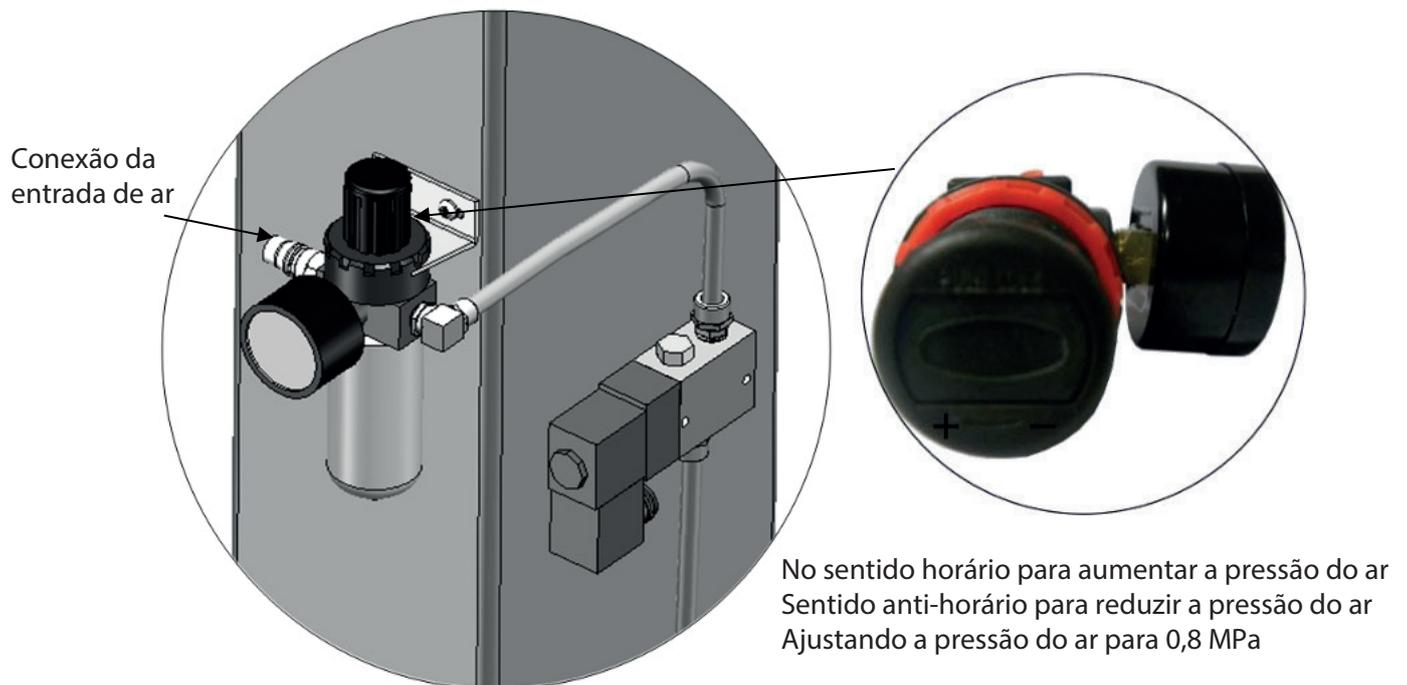

Fig.29
5. Ligação da entrada de ar (Pressão de alimentação de ar 5kg/cm² - 8kg/cm²), ajustando a pressão de ar do separador de óleo-água a 0,8MPa (Ver Fig. 29).